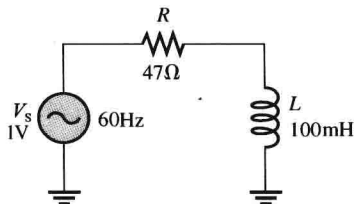

图 12-48
11. 求图 12-48 中电路的 θ 。
12. 如果图 12-48 中的电感加倍, 试问 θ 增大还是减小? 变化多少度?
13. 画出图 12-48 中 V_s 、 V_R 和 V_L 的波形, 表明适当的相位关系。
27. 求图 12-48 中电路的有功功率和无功功率。